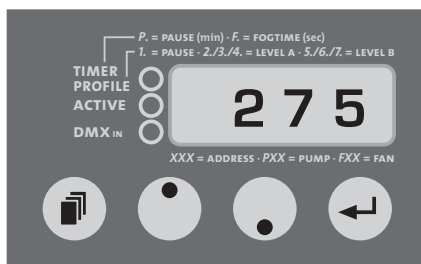

Fig 3: Réglage de l'adresse DMX
- a) Pressez le bouton de mode [14] sur le panneau de commande, jusqu'à ce que trois chiffres apparaissent sur l'afficheur [17] (cf. fig. 3).